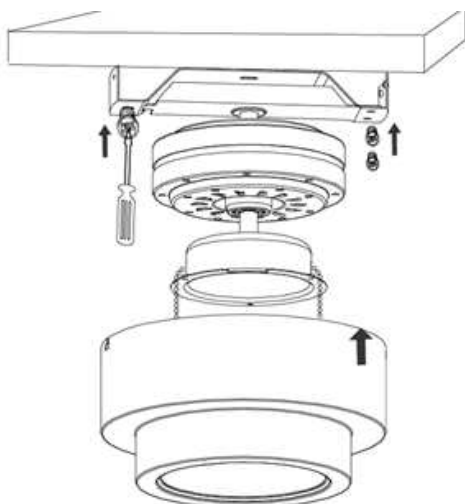

Fig. 6
- Bevestig de motorbeugel op de ophanghaak met 3 schroeven. Fig.6